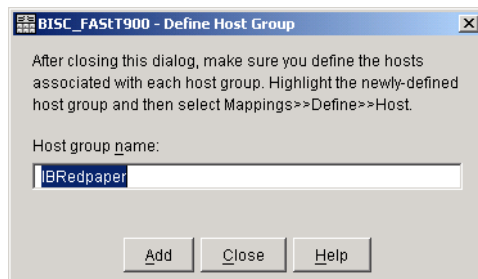

図7-55 ホスト・グループの命名
11. ホスト・グループ（ハード・ディスクのグループ）に名前を付けて、「Add」をクリックする（図 7-55）。（ラボ環境で使用しているハード・ディスクのグループを表すために IBRedpaper を使用しました。）「Close」をクリックします。